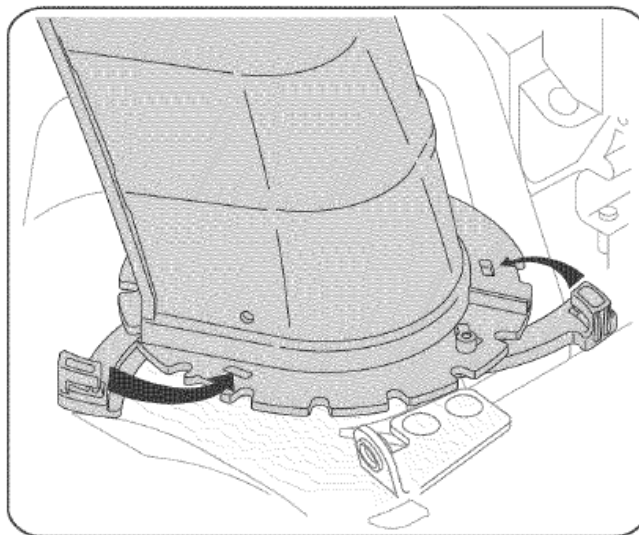

Рисунок 4
- 5) Закройте хомуты фланцев, чтобы закрепить желоб на основании (смотри рисунок 4). При надлежащей фиксации вы должны услышать щелчок при закрытии хомутов.